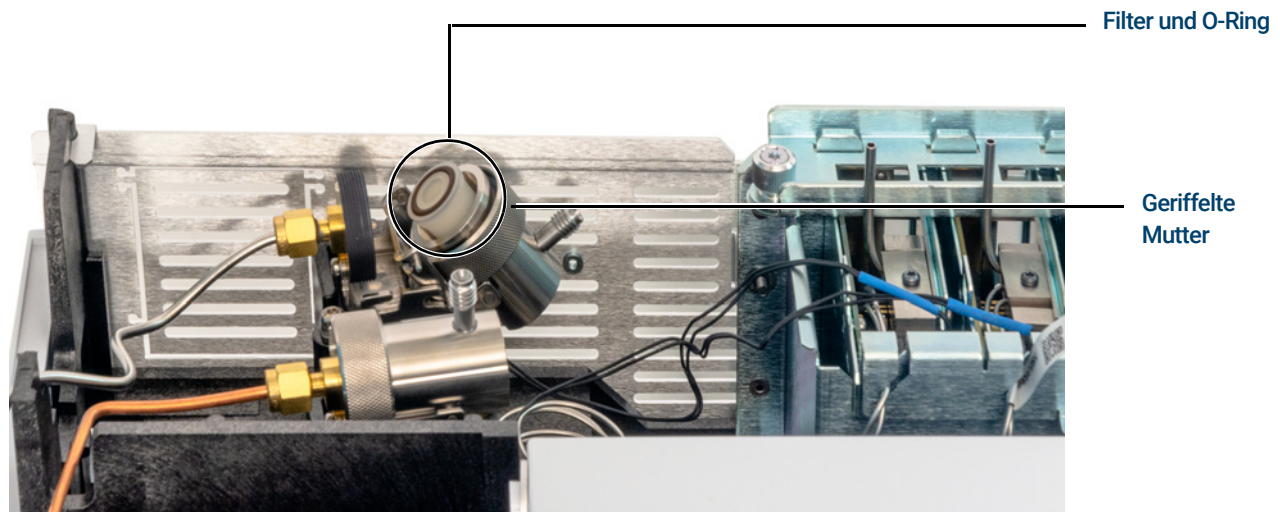

Abbildung 23. Schieben Sie die Ventileinheit, um den Filter freizulegen
- 5 Schieben Sie die Ventileinheit von der geführten Befestigungskomponente zurück und kippen Sie sie nach oben, um den Filter wie in **Abbildung 23** dargestellt freizulegen.